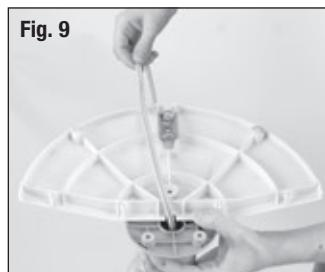

Fig. 9
- Voltee cuidadosamente el ventilador de arriba hacia abajo. Coloque el cable de alimentación eléctrica a través del canal encastreado ubicado en el centro de la base posterior (Fig. 9).